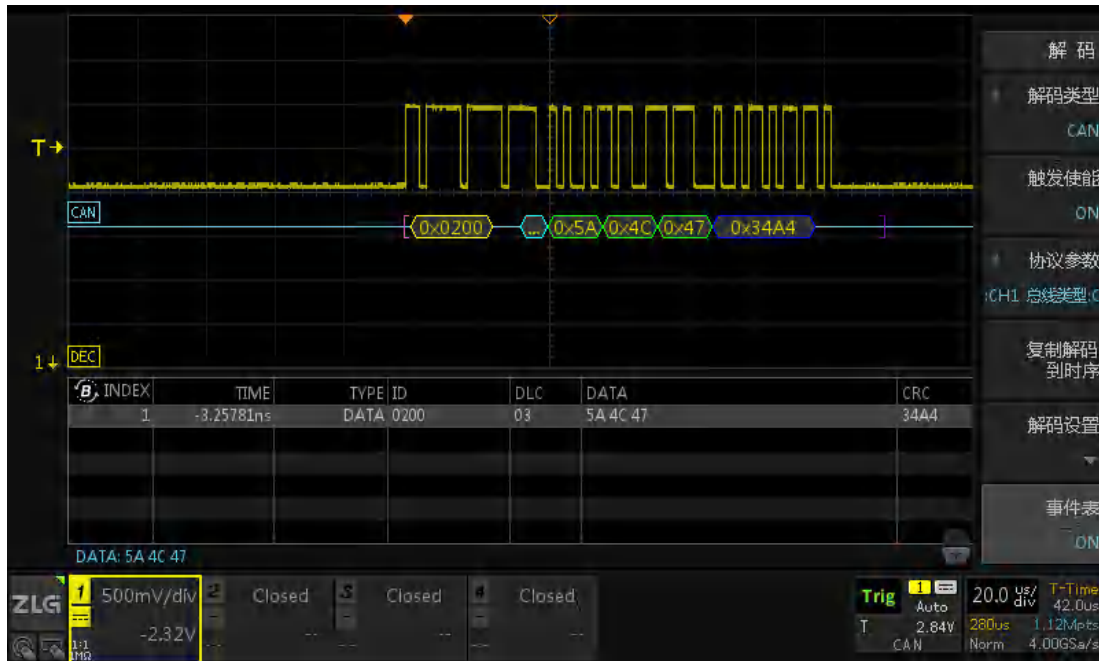

图 15.9 打开事件表
- 7、点击【Back】，选择【事件表】为“ON”即为打开事件表，如图 15.9 所示，打开事件表，可通过旋转旋钮 B 对所有解码事件进行查看，在停止状态下，短按旋钮 B 可使解码事件准确定位在屏幕中央，在停止状态下可点击【事件导出】，具体可参考 22.4 报表生成。